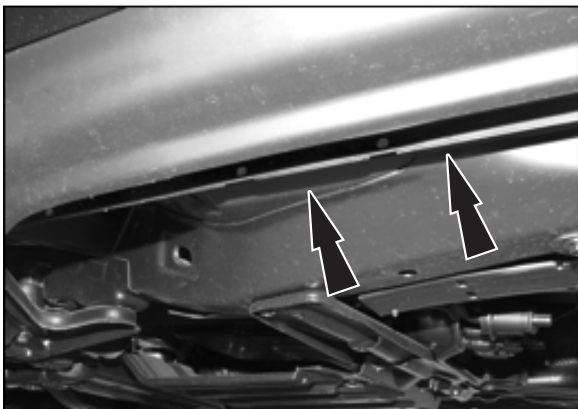
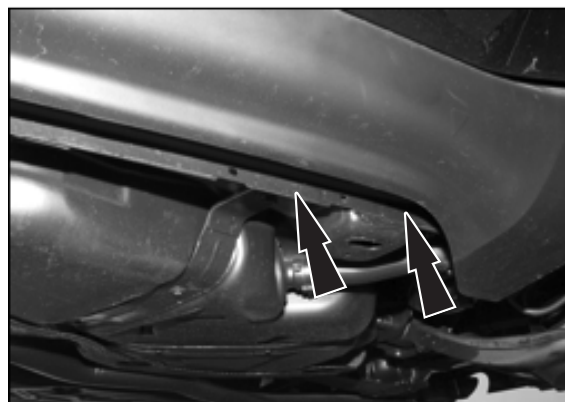

Fig. 1 Illustration de l'emplacement de montage avant côté conducteur.
Fig. 2 Illustration de l'emplacement de montage arrière côté conducteur.
En commençant par le côté conducteur, localiser les (3) paires d'orifices d'origine dans le joint de soudure. (Fig. 1 et fig. 2)